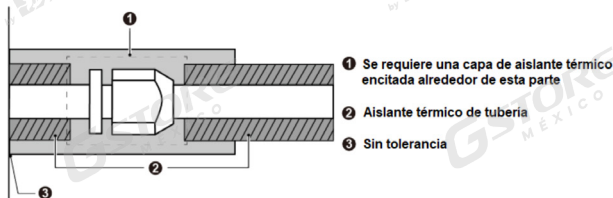

Fig. 21
4. Las juntas de la unidad interior y exterior deben envolverse con material aislante y no dejar espacio entre la tubería y la pared. Ver Fig.21.